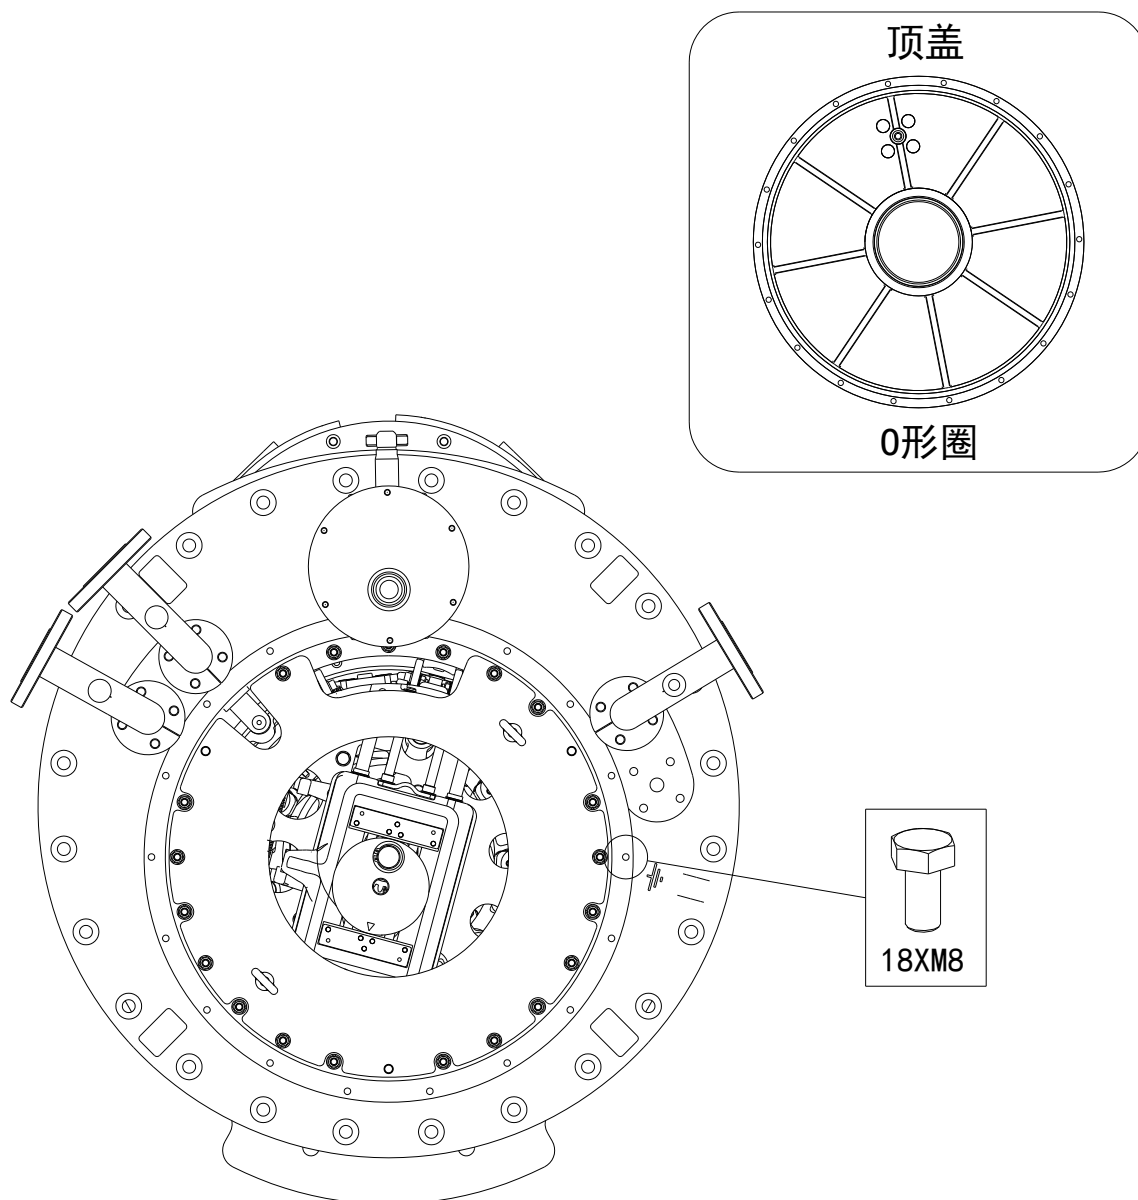

图 5-3 开关顶盖拆卸示意图
- ✓ 在拆卸和其他作业过程中要避免损坏开关顶盖和开关安装法兰的密封面 (O 形密封圈, 见图 5-3)。